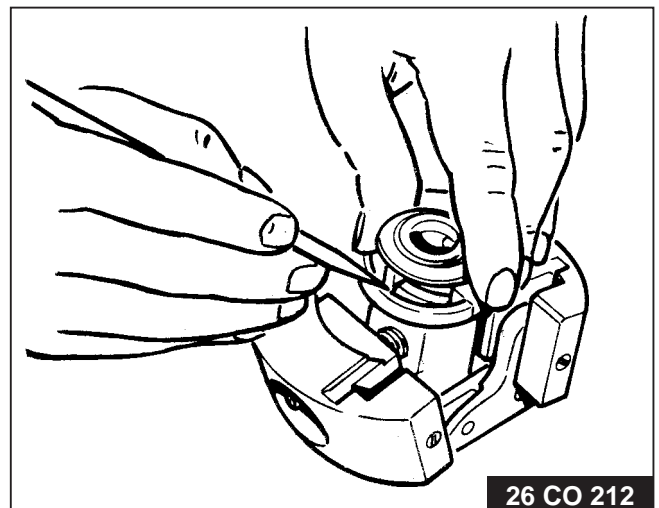

Fig. 12.
5. Neem het gewichtenstelsel weer van de nokkenas af en leg de trillingdemper in de gewichtendrager. Monteer de meenemer en het vooraf in geöliede smeerviltje. Licht de trillingdemper met behulp van een kraspen bij de rand van de meenemer even op (fig. 12). Druk de meenemer vervolgens in de gewichtendrager en klop hem vast met behulp van een rubber hamer.